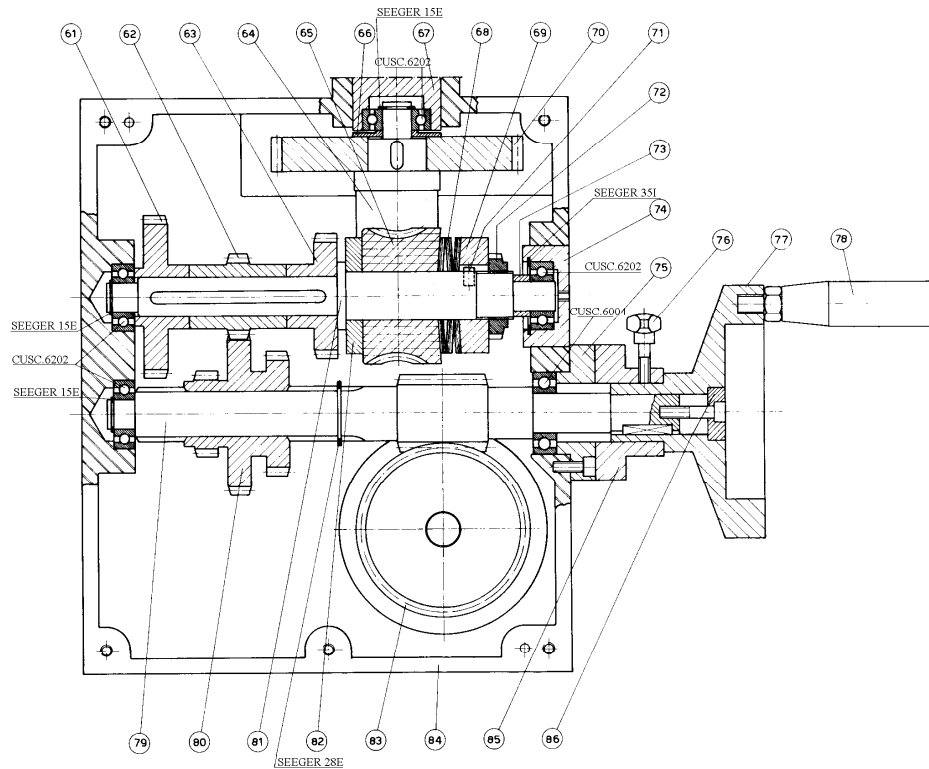

FIG.5
3.5 REGLAGE DU JOINT DE SECURITE (FIG.5)